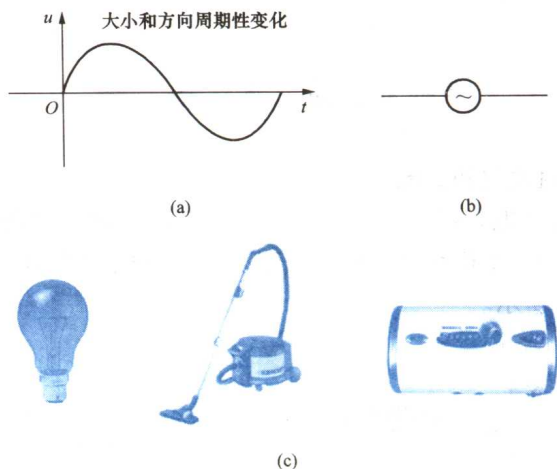

图 1-2 交流电波形图、电路图形符号及用电产品
2) 交流电是指方向和大小随时间不断改变的电流,如图 1-2所示。常见的电灯、电冰箱、洗衣机、微波炉等用的电都